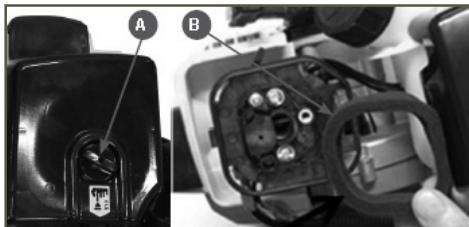

Рис. 13 Извлечение фильтрующего элемента
1. Открутите барашковую гайку (A) и снимите крышку воздушного фильтра (Рис. 13).
2. Извлеките из корпуса фильтрующий элемент В (Рис.13).